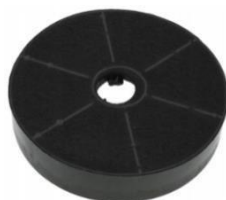

Рис. 8
2)Рециркуляции (рис. 7b) – внутренняя циркуляция воздуха через угольный фильтр (рис. 8). Вытяжка в данном случае не подключается к вентиляционной шахте и, таким образом, воздух просто прогоняется через вытяжку внутри кухни.
В этом режиме на вытяжку должен быть установлен угольный запахоулавливающий фильтр «Soft» (1 шт.) или «Универсальный» (1 шт.) (рис. 8). Эти фильтры не входят в комплект вытяжки и приобретаются отдельно. Угольный фильтр следует менять не реже, чем раз в 3-4 месяца (в зависимости от интенсивности приготовления пищи). Использование вытяжки в режиме рециркуляции снижает ее производительность.